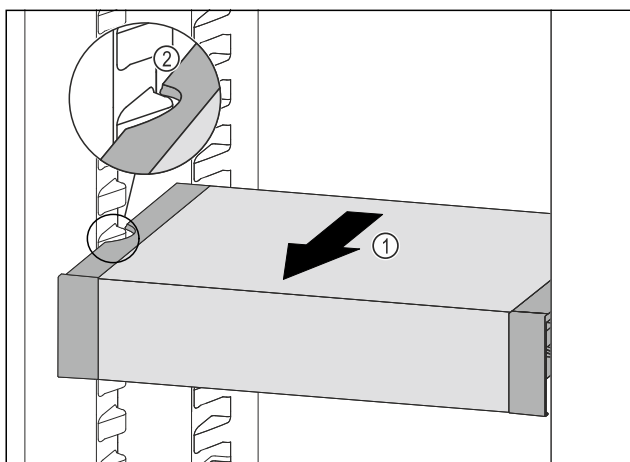

Fig. 133
- Tërhiqni VarioSafe për nga përpara Fig. 133 (1), derisa foletë anësore të VarioSafe të jenë në lartësinë e brinjëve të kutisë në pjesën e ftohjes. Fig. 133 (2)